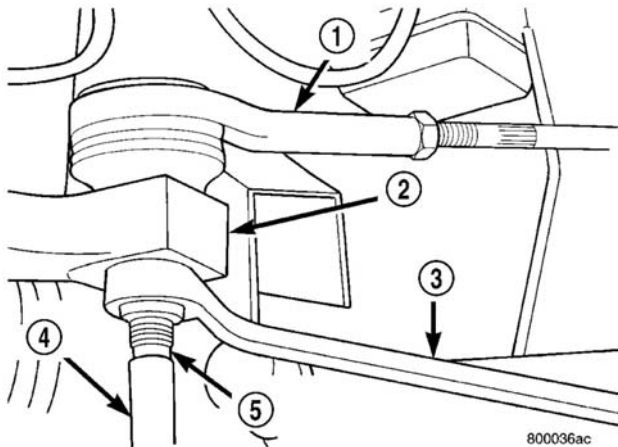
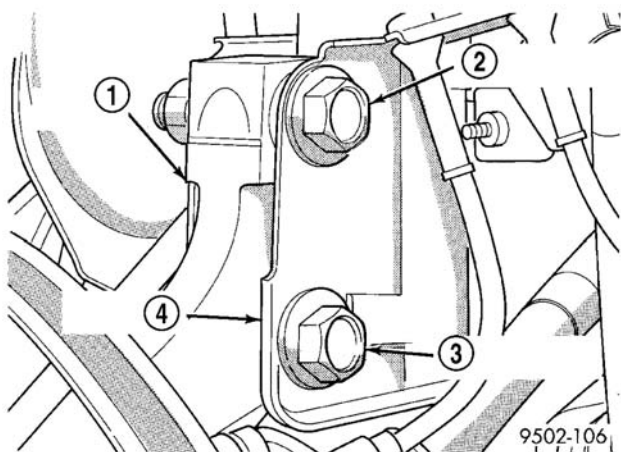

图 11 拆卸转向横拉杆端头的连接螺母
图 16 正确安装偏心连接螺栓
(6) 固定住转向横拉杆端头，同时用扳手松开并卸下螺母，以此拆下将外转向横拉杆端头连接至转向节的螺母（图 11）。
(4) 将驱动轴短轴滑入轮毂和轴承总成内。
**注意：**如维修的车辆安装的是偏心滑柱总成固定螺栓，此偏心螺栓必须安装在滑柱 U 形支架的底部（长圆）孔内（图 16）。
(5) 将转向节安装在滑柱减振器总成的 U 形支架中。安装滑柱 U 形支架至转向节的连接螺栓。紧固两个螺栓至  $81 \text{ N} \cdot \text{m}$  ( $60 \text{ ft.lbs.}$ )，然后继续拧紧  $1/4$  ( $90^\circ$ ) 圈。
(6) 将转向横拉杆端头装入转向节臂内。将螺母拧到转向横拉杆端头的球销上。同时用套筒固定住转向横拉杆端头的球销（图 11），紧固转向横拉杆端头与转向节连接螺母，将转向横拉杆端螺母紧固至  $75 \text{ N} \cdot \text{m}$  ( $55 \text{ ft.lbs.}$ ) 的扭矩。